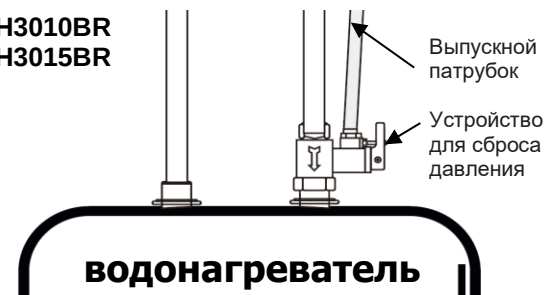

Рис. 9
2. Устройство для сброса давления должно быть присоединено к прибору и установлено на входе холодной воды, для сброса давления должно быть направлено вниз (рис. 9). Обратите внимание на то, что установленные дренажные гибкие трубы предохранительного клапана наклонены вниз, температура воздуха выше 0°C, и ничего не препятствует работе предохранительных клапанов.